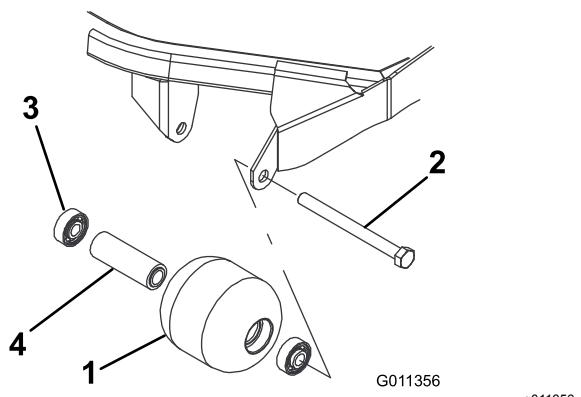

Figura 92
1. Rimuovete il bullone di montaggio del rullo (Figura 92).
- Verificate la presenza di eventuali danni sull'alloggiamento, sui cuscinetti e sul distanziale del cuscinetto del rullo (Figura 92). Sostituite tutti i componenti danneggiati e procedete con il loro montaggio.
- Montate il primo cuscinetto premendolo nell'alloggiamento all'interno del rullo (Figura 92). Premete soltanto sulla pista esterna o, in misura uguale, sulla pista interna ed esterna.
- Inserite il distanziale (Figura 92).
- Spingete il secondo cuscinetto nell'alloggiamento all'interno del rullo (Figura 92), premendo in misura uguale sulla pista interna ed esterna, fino a quando la prima pista non tocca il distanziale.